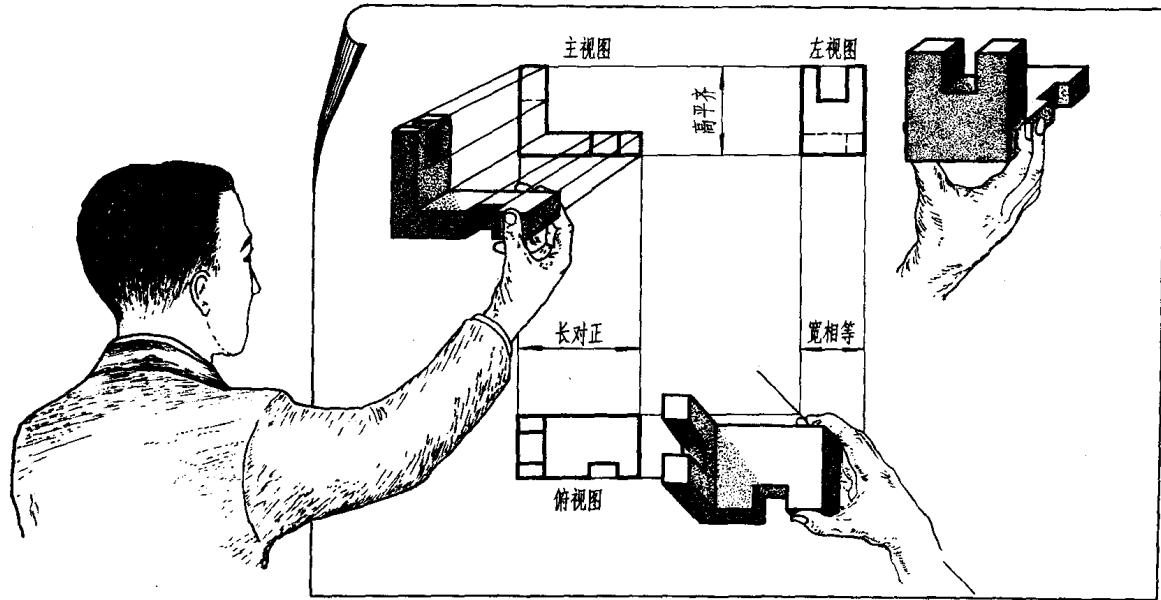

图 1-5 “翻转物体”获得三视图的方法
在对三视图到底是怎样得来的问题上,有些工人说:翻转物体不也可以得到三视图吗?是的,其投影结果完全相同,见图 1-5。
由此可知,与前述获得视图相比,只是手段不同,前者是“旋转投影面”;后者是“翻转物体”,其翻转方法见图 1-5:①将物体由前向后投射,获得主视图;②将物体向前翻转 90°,再向下移动适当距离后仍向前投射,获得俯视图;③将物体转回、放正,再向右翻转